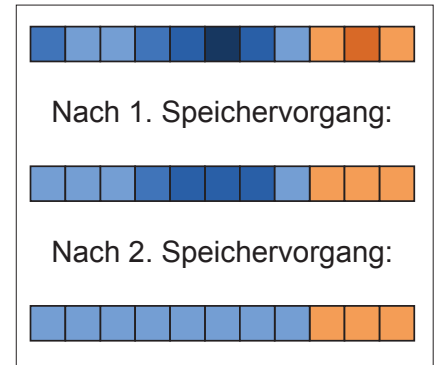

Abb. 5-10: Prinzip der JPEG-Komprimierung (Olympus Optical Co. (Europa) GmbH, 2002)
- Die JPEG-Komprimierung kann gesteuert werden, ist aber immer verlustbehaftet und irreversibel, das heißt, ein dekomprimiertes, also erneut geöffnetes JPEG-Bild ist nicht mehr mit dem ursprünglichen Bild identisch³⁰ (Abb. 5-10).